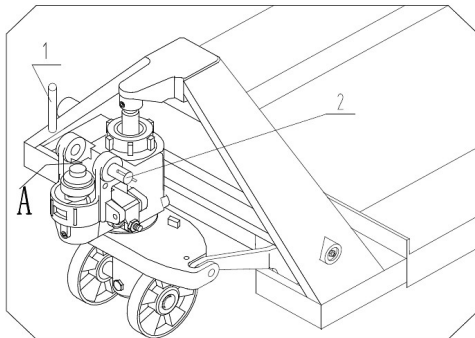
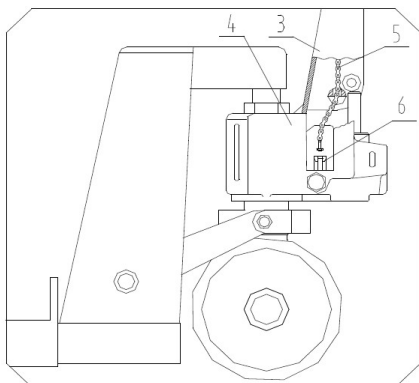
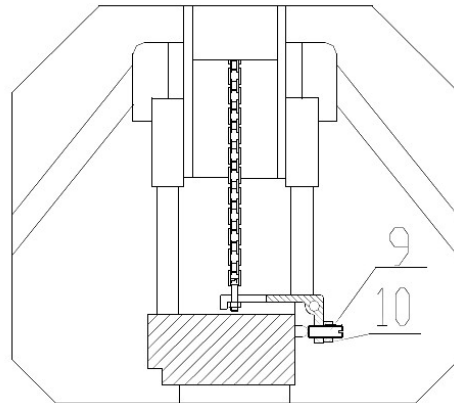

Abb. 5: Montage der Zugstange
Abb. 6: Einsetzen des Bolzens
Abb. 7: Montage der Kette
Schritt 1: Entfernen Sie den Bolzen (1, Abb. 5) und setzen Sie den Bolzen (2, Abb. 5) in die Bohrungen an der Hydraulikpumpe ein. Bringen Sie den Bolzen mit einem Hammer von links nach rechts in Position.
Schritt 2: Setzen Sie die Zugstange (3, Abb. 6) auf die Hydraulikpumpe (4, Abb. 6) und befestigen Sie diese mit Hilfe des Bolzen (2, Abb. 5).
Schritt 3: Drehen Sie den Bolzen (2, Abb. 5) und stellen Sie sicher, dass der Bolzen sicher in der Zugstange sitzt. Setzen Sie die Kette (5, Abb. 6) in die mittlere Bohrung des Bolzens (2, Abb. 5). Damit ist die Zugstange an der Pumpe angebracht.
Schritt 4: Hängen Sie nun die Justierschraube (9, Abb. 7) die sich am Ende der Kette (5, Abb. 6) befindet an der Nut des Ablassventilbügels (6, Abb. 6) ein.
Schritt 5: Nun den Bolzen (2, Abb. 5) in die ursprüngliche Position zurückdrehen
Wenn sich die Gabel beim Pumpen in Hebelposition FAHREN anhebt, muss die Einstellmutter (9, Abb. 7) gegen den Uhrzeigersinn gedreht werden, bis die FAHREN-Position ohne Veränderung der Gabelposition bleibt.
Wenn sich die Gabel beim Pumpen in Hebelposition FAHREN absenkt, muss die Einstellmutter (9, Abb. 7) im Uhrzeigersinn gedreht werden, bis die FAHREN-Position ohne Veränderung der Gabelposition bleibt.
Wenn sich die Gabel in Hebelposition ABSENKEN nicht absenkt, muss die Einstellmutter (9, Abb. 7) im Uhrzeigersinn gedreht werden, bis sich die Gabel in ABSENKEN-Position absenkt. Anschließend die Funktion mit Hebelposition FAHREN wie oben beschrieben prüfen.
Wenn sich die Gabel beim Pumpen in Hebelposition ANHEBEN nicht anhebt, muss die Einstellmutter (9, Abb. 7) gegen den Uhrzeigersinn gedreht werden, bis sich die Gabel beim Pumpen in Hebelposition ANHEBEN anhebt. Anschließend die Funktion mit Hebelposition FAHREN wie oben beschrieben prüfen.